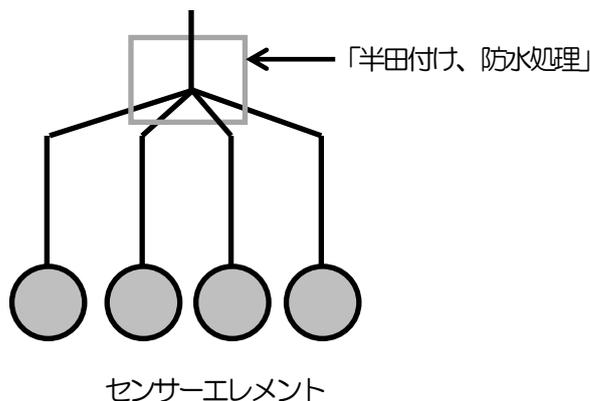

図 3.20.センサーエレメント説明図
- (7) 分解図 (C46BG5201*) を参照し、センサーユニットを分解します。センサーユニット内に泥がある場合には、内部を清掃して十分乾燥して下さい。
- ① 半田付け、防水処理箇所に巻かれているビニールテープ、自己融着テープをカッター等ではがします。ケーブルに傷を付けないように慎重に作業をして下さい。(図 3.20.参照)
- ② 異常を確認したセンサーエレメントの半田付け箇所が判るまで、ビニールテープ、自己融着テープをはがして下さい。
- ③ 異常を確認したセンサーエレメントの半田付け箇所を切断して下さい。
- ④ CW-558R が接続されていないことを確認してください。切断箇所の絶縁抵抗をメガーテスター (DC500V) で確認して下さい。概ね $1M\Omega$ 以上で良好です。異常の場合は、センサーケーブルを交換して下さい。スリップリング側で絶縁抵抗を確認する場合は、切断箇所がショートしないよう注意して下さい。
- ⑤ センサーエレメント側の絶縁抵抗をメガーテスター (DC500V) で確認して下さい。概ね $1M\Omega$ 以上で良好です。異常の場合は、センサーエレメントの故障です。